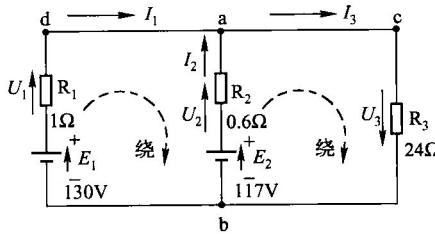

图 1-3 电路图
**【例 1-1】** 电路如图 1-3 所示，求支路电流  $I_1$ 、 $I_2$ 、 $I_3$ ； $U_1$ 、 $U_2$ 、 $U_3$ 。
**【解】** 标出各支路的电流的参考方向和网孔回路的绕行方向，如图 1-3 所示。
(1) 电路中有 a、b 两个节点，只能列出一个节点电流方程，对节点 a 列出节点电流方程
回路是指由电气元器件及连接导线组成的闭合电路。如图 1-3 所示, I、II、III 均为回路 (独立回路)。